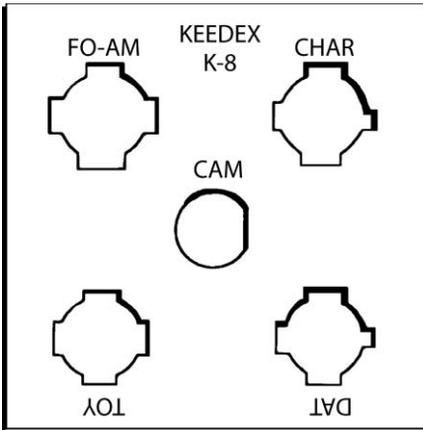

Рис. 5.13. Пластина для импрессии фиксирует замки на месте (С разрешения компании Keedex Mfg)
- Пластина для импрессии (для фиксации замков) (рис. 5.13)